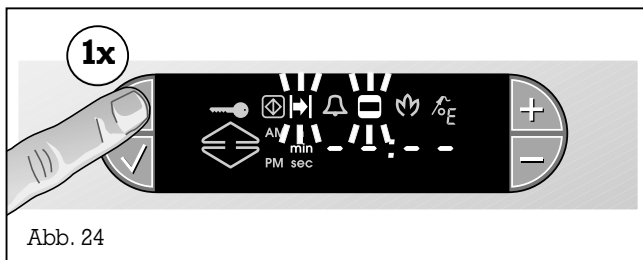

Abb. 24
- Drücken Sie die Taste ☹️ (Uhr) 1 mal. Im Display blinken die Symbole ⏱️ (Dauer) und ⏴ (Garzeit). Im Display erscheinen Bindestriche (d.h.: kein Wert programmiert) (Abb. 24).